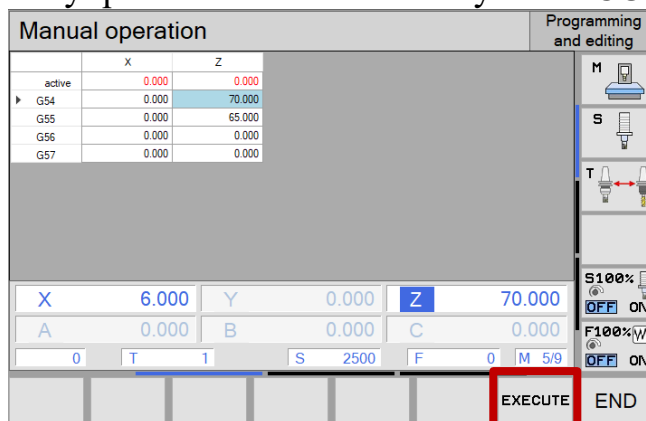

Рис.156. Кнопка «EXECUTE»
10. На экране пульта управления нажать кнопку «EXECUTE» (рис.156);